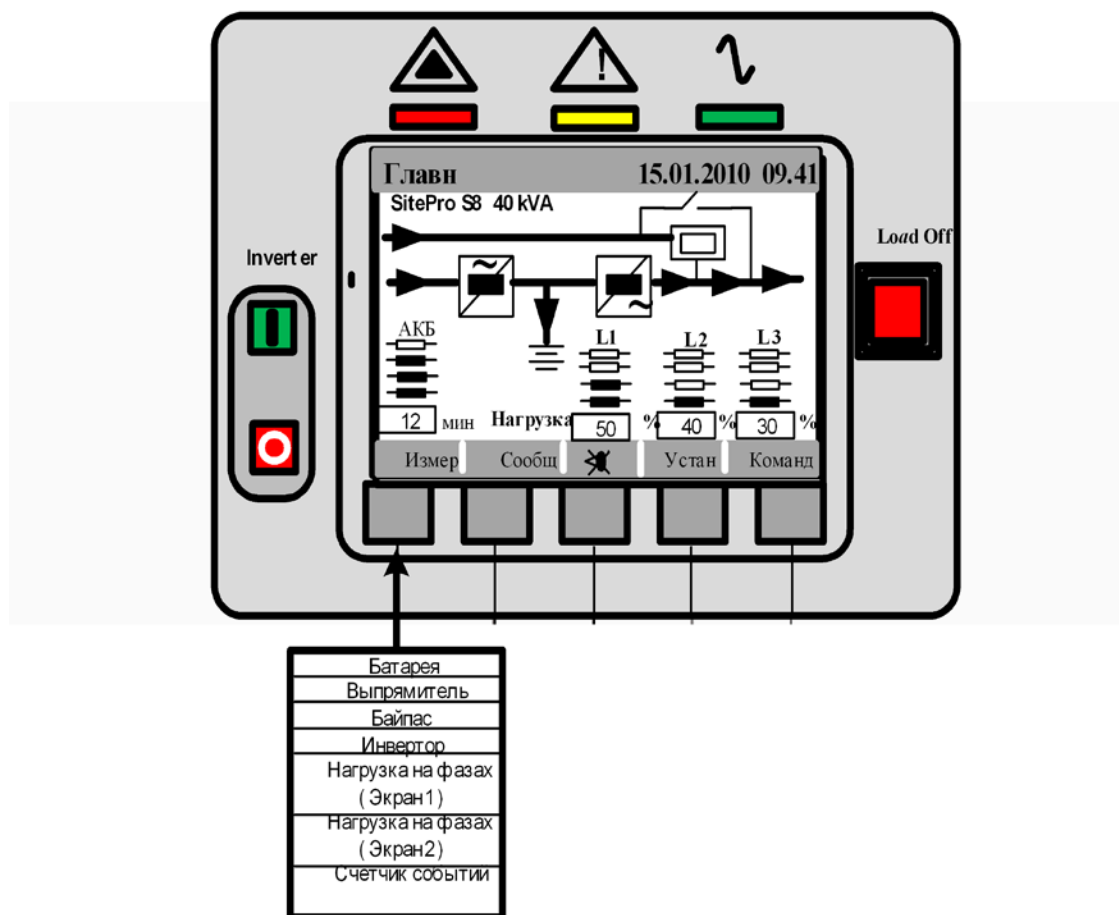

Рисунок 1. Активация функции «Измерение»
7.2.3. Для входа в режим измерения необходимо нажать кнопку «Измерения» (рисунок 1). На ЖК-дисплее отражается информация о режиме работы УБП в текущее время.